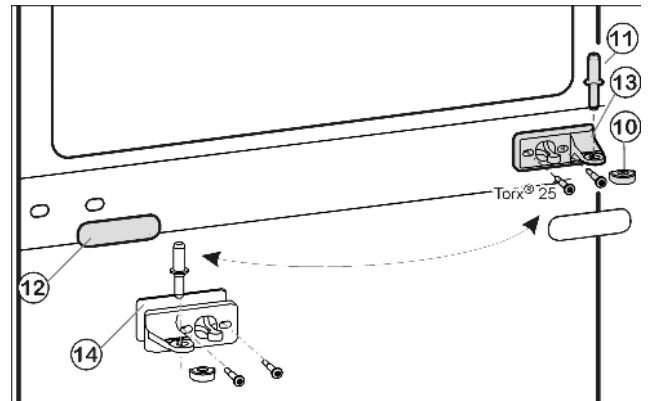
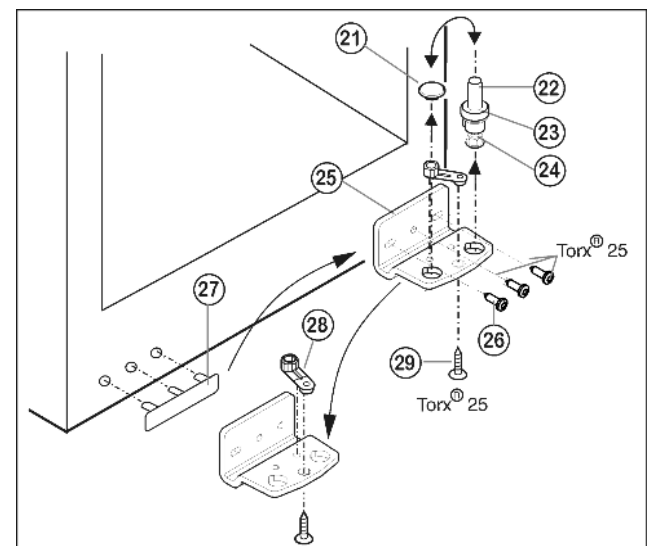

Fig. 5
Fig. 6
- ▶ Вытащите из опорного кронштейна и нижней дверцы средний опорный винт Fig. 5 (11).
- ▶ Снимите пластмассовый колпачок Fig. 5 (10).
- ▶ Открутите средний опорный кронштейн Fig. 5 (13) (2 шт. Torx® 25).
- ▶ Осторожно снимите накладку Fig. 5 (12).
- ▶ Прикрутите средний опорный кронштейн Fig. 5 (13) с подкладкой Fig. 5 (14) с поворотом на 180° на новую сторону шарнира (**с моментом 4 Нм**).
- ▶ Защелкните накладку Fig. 5 (12), повернув на 180°, на стороне, где теперь будет ручка.
- ▶ Извлеките опорный винт Fig. 6 (22) в комплекте с шайбой Fig. 6 (23) и регулируемой опорой Fig. 6 (24), вытягивая его вверх.
- ▶ Снимите пробку Fig. 6 (21).
- ▶ Открутите Fig. 6 (26) опорный кронштейн Fig. 6 (25).
- ▶ Открутите Fig. 6 (29) опорную деталь Fig. 6 (28) и, переставив в отверстие на противоположной стороне опорного кронштейна, снова прикрутите.
- ▶ Осторожно снимите и переставьте на противоположную сторону крышку со стороны ручки Fig. 6 (27).
- ▶ Снова прикрутите опорный кронштейн Fig. 6 (25) на новой стороне шарнира (**с моментом 4 Нм**). При необходимости используйте аккумуляторный шуруповерт.
- ▶ Переставьте пробку Fig. 6 (21) в свободное отверстие.
- ▶ Вновь установите опорный винт Fig. 6 (22) в комплекте с шайбой и регулируемой опорой. При этом фиксатор должен быть направлен назад.
- ▶ Установите нижнюю дверцу сверху на нижний опорный винт *Fig. 6 (22)*.
- ▶ Снова наденьте пластмассовый колпачок *Fig. 5 (10)* на средний опорный кронштейн *Fig. 5 (13)*.
- ▶ Вставьте средний опорный винт *Fig. 5 (11)* на новой стороне шарнира через средний опорный кронштейн *Fig. 5 (13)* в нижнюю дверцу.
- ▶ Установите верхнюю дверцу на средний опорный винт *Fig. 5 (11)*.
- ▶ При необходимости выровняйте дверцы через два продольных паза в нижнем опорном кронштейне *Fig. 6 (25)* и среднем опорном кронштейне *Fig. 5 (13)* параллельно корпусу устройства. Для этого выкрутите средний винт на нижнем опорном кронштейне *Fig. 6 (25)*.